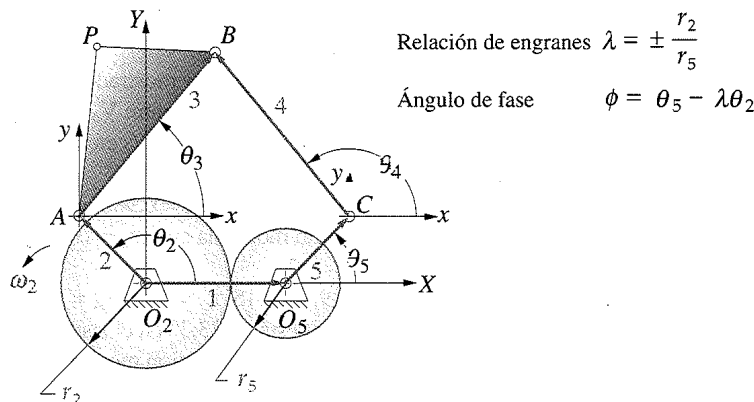

FIGURA P6-4 Configuración y terminología para los problemas 6-10 y 6-11
- *6-10 En la figura P6-4 se muestra la configuración general y la terminología de un mecanismo de cinco barras engranado. Las longitudes de los eslabones, la relación de engranes (λ), el ángulo de fase (ϕ) y los valores de θ_2 y ω_2 se definen en la tabla P6-2. Para la(s) fila(s) asignada(s), dibuje el mecanismo a escala y encuentre ω_3 y ω_4 con un método gráfico.